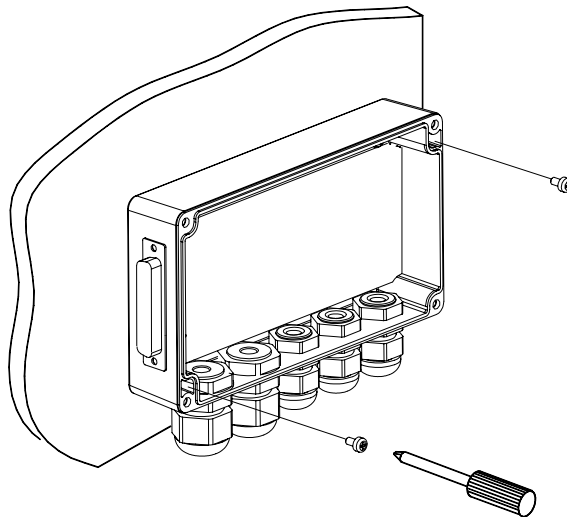

Abbildung 4 - Montage der C-BOX 3X0
Die C-BOX 3X0 Anschlusseinheit kann in verschiedenen Betriebspositionen installiert werden. Die C-BOX 3X0 wird mit zwei Schrauben durch die beiden Bohrungen in der Rückwand hindurch befestigt (Abbildung 4).
- 2) Richten Sie die C-BOX 3X0 aus und befestigen Sie die Anschlusseinheit mit zwei Schrauben an der Montagefläche (siehe Abbildung 4).